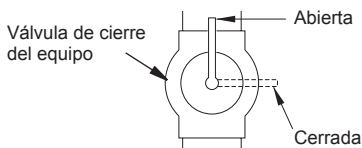

Figura 15 - Válvula de cierre del equipo
1. Cierre la válvula de cierre del equipo (consulte la figura 15).
1. Abra la válvula de cierre del equipo (consulte la figura 15 en la página 16).